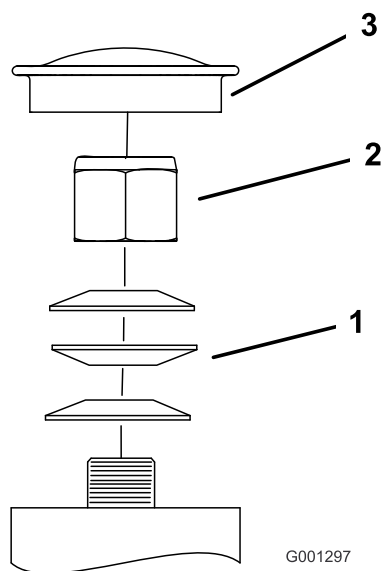

Figura 68
3. Togliete il coperchietto antipolvere dalla ruota orientabile e serrate il dado di bloccaggio (Figura 68).
4. Serrate il dado di bloccaggio finché le rondelle elastiche non sono piatte, quindi allentate di un quarto di giro per mettere a punto il precarico sui cuscinetti (Figura 68).
Importante: Verificate che le rondelle elastiche siano correttamente montate, come riportato nella Figura 68.
5. Montate il coperchietto antipolvere (Figura 68).